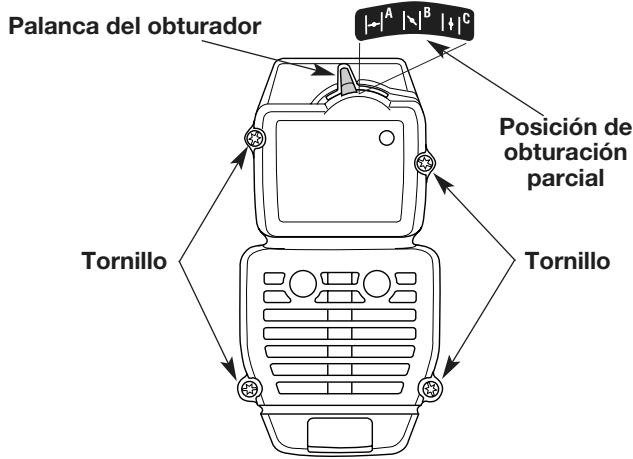

Fig. 23
1. Coloque la palanca del obturador en posición de obturación **PARCIAL (B)**.
- NOTA:** La palanca del obturador debe estar en posición de obturación **PARCIAL (B)** (Fig. 23) para sacar la cubierta del silenciador / filtro de aire.
2. Saque los cuatro (4) tornillos que sostienen la cubierta del silenciador / filtro de aire (Fig. 23). Use un destornillador de vástago plano o de broca Torx N° T20.
**NOTA:** La palanca del obturador debe estar en posición de obturación **PARCIAL (B)** (Fig. 23) para instalar la cubierta del silenciador / filtro de aire.
2. Inserte los cuatro (4) tornillos en los orificios de la cubierta del silenciador / filtro de aire y ajústelos. **No los ajuste demasiado.**